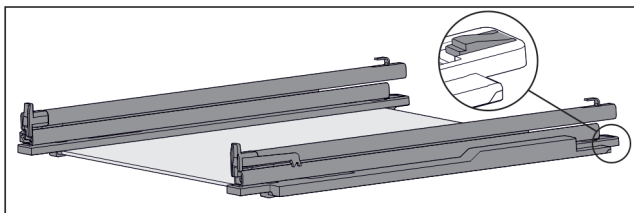

Fig. 115 带轨道和固定件的玻璃隔板
- ▶ 将固定件后部向下压 (参见 Fig. 115)，同时向后推轨道。